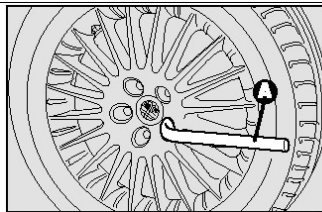

рис.5
□ С помощью ключа **Е – рис.5**, входящего в комплект инструментов, ослабьте примерно на один оборот болты крепления колеса, подлежащего замене; для автомобилей, оснащенных дисками из легкого сплава, потрясите автомобиль, чтобы облегчить отсоединение диска от ступицы колеса;